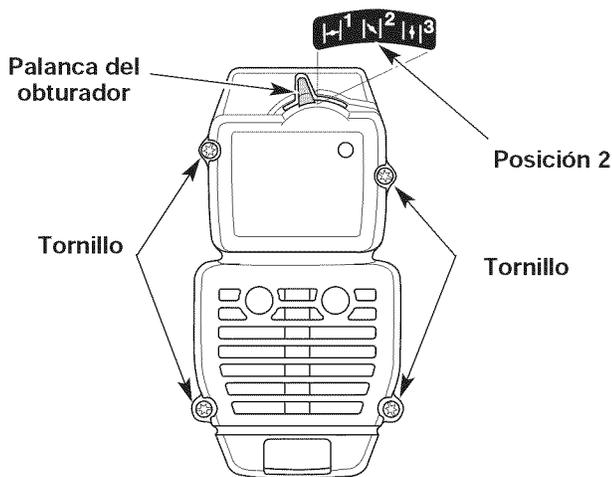

Fig. 13
**NOTA:** La palanca del obturador debe estar en Posición 2 (Fig. 13) para sacar la cubierta del silenciador / filtro de aire.
2. Saque los cuatro (4) tornillos que sostienen la cubierta del silenciador / filtro de aire (Fig. 13). Use un destornillador de vástago plano o de broca Torx N° T20.
**NOTA:** La palanca del obturador debe estar en Posición 2 (Fig. 13) para instalar la cubierta del silenciador / filtro de aire.
2. Inserte los cuatro (4) tornillos en los orificios de la cubierta del silenciador / filtro de aire y ajústelos. **No los ajuste demasiado.**